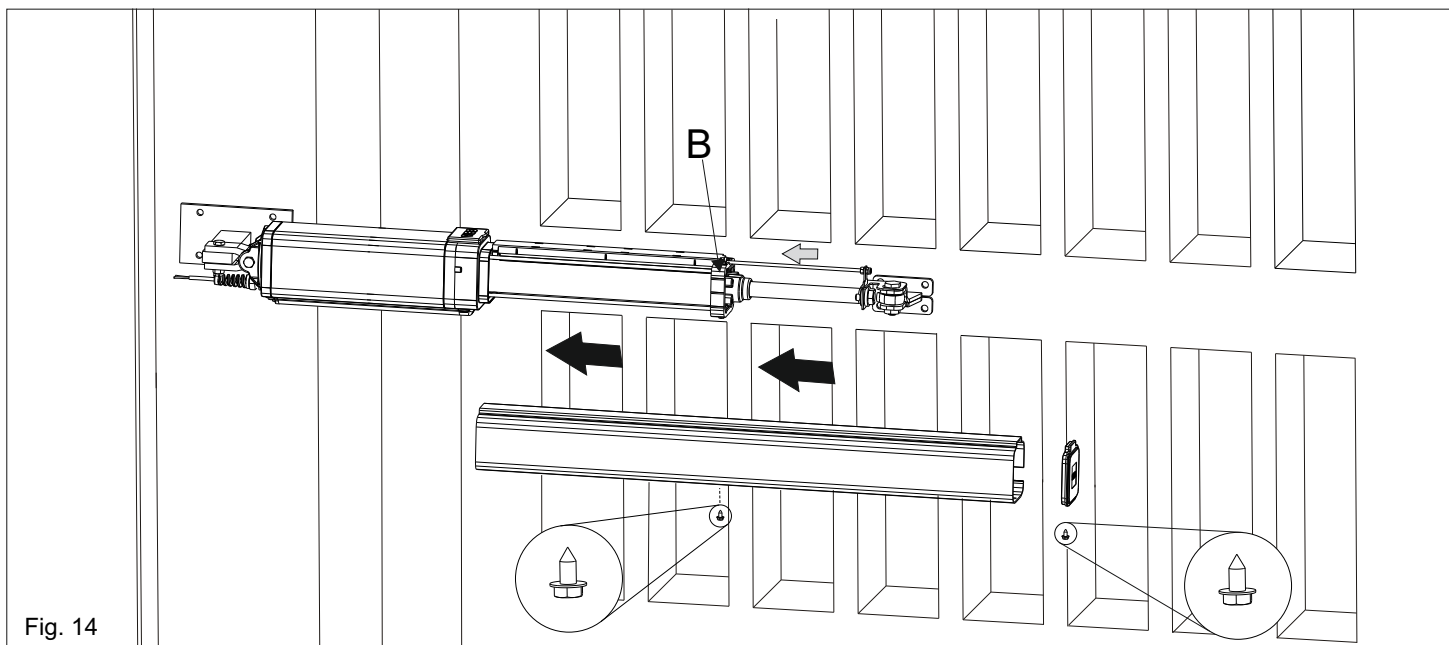

Fig. 14
Verificare di aver inserito la cornice in plastica antivibrazione (B) prima d'inserire l'estruso copristelo (Fig. 14).
Make sure to have inserted the antivibration plastic frame (B) before inserting the rod cover extrusion (Fig. 14).
S'assurer d'avoir inséré le cadre en plastique anti-vibration (B) avant d'insérer le couvre tige extrusé (Fig. 14).
Verificar de haber insertado el marco en plastica antivibracion (B) antes de insertar el estruso cubrevarilla (Fig. 14).